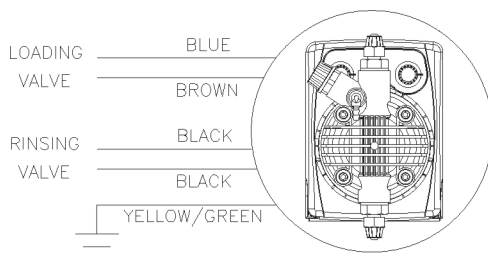

Fig. 4
- 1) S'assurer qu'elle est débranchée du réseau électrique (les deux polarités) en retirant les conducteurs des points de contact du réseau en séparant les deux fils d'une distance minimum de 3 mm (fig. 4).
- b. - Respecter les normes en vigueur dans les différents pays pour ce qui est de l'installation électrique (fig. 4). Si le câble électrique n'a pas de fiche électrique, l'appareil doit être relié au réseau d'alimentation par l'intermédiaire d'un interrupteur omnipolaire sectionneur ayant une distance minimum entre les contacts de 3 mm. Avant d'accéder aux dispositifs de raccordement, tous les circuits d'alimentation doivent être coupés.